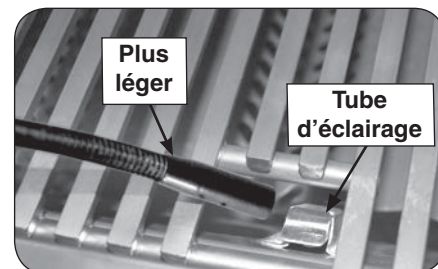

Fig. 28-2 - Éclairage manuel
**ATTENTION:** Attendez toujours cinq (5) minutes le gaz pour se dégager après que n'importe quelle tentative non réussie d'éclairage.
2. Passez un allumeur brûlant de butane de long-baril ou une allumette brûlante de long-tige dans la grille à cuire s'ouvrant au dessus du tube d'éclairage. (Fig. 28-2). Pour des backburners, tenez la flamme contre le surface du backburner.
4. Si le brûleur ne se allume pas dans les cinq (5) secondes de tourner le bouton de commande, enfoncez immédiatement le bouton et tournez la valve à AU LOIN. ATTENDEZ CINQ (5) MINUTES avant de répéter les étapes 2 à 4 des instructions manuelles d'éclairage.